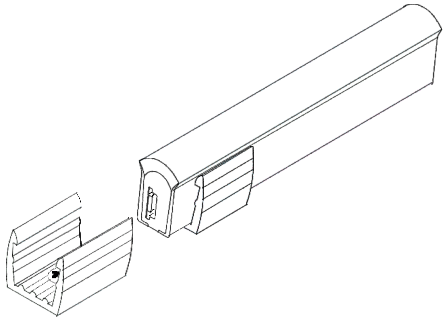

Рисунок 3. Монтаж ленты «гибкий неон» при помощи скоб для накладного монтажа.
5.7. Смонтируйте ленту на поверхности при помощи скоб для накладного монтажа (приобретаются отдельно) (см. рисунок 3). Рекомендованное расстояние между скобами - не более 250 мм. Поворот ленты возможен только в горизонтальной плоскости. Минимальный радиус поворота ленты 60мм. Изгибать ленту в вертикальной плоскости запрещается.